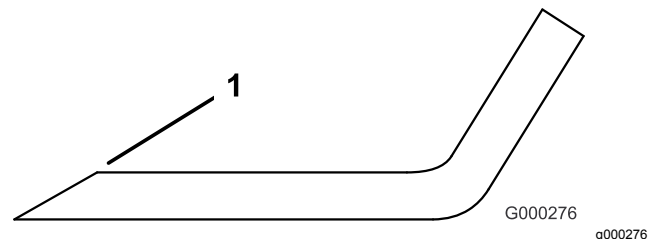

Bild 80
1. Schärfen Sie die Schnittkante an beiden Enden des Schnittmessers mit einer Feile (Bild 80). Behalten Sie den ursprünglichen Winkel bei. Das Schnittmesser behält seine Auswuchtung bei, wenn von beiden Schnittkanten die gleiche Materialmenge entfernt wird.